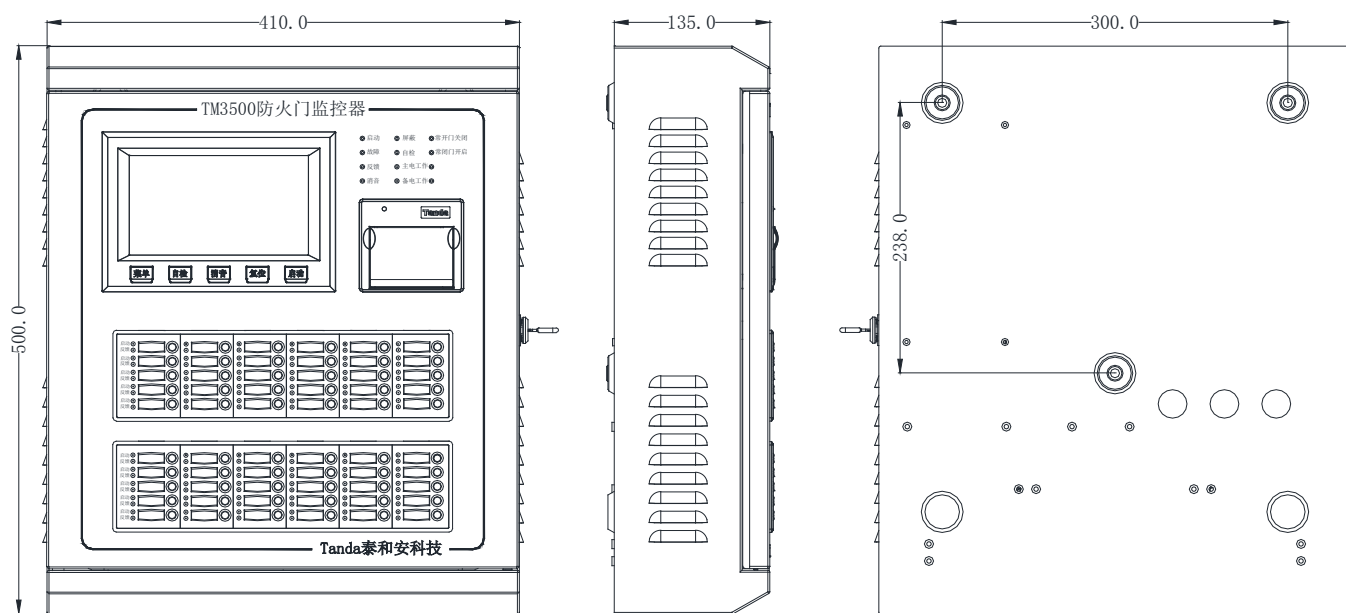
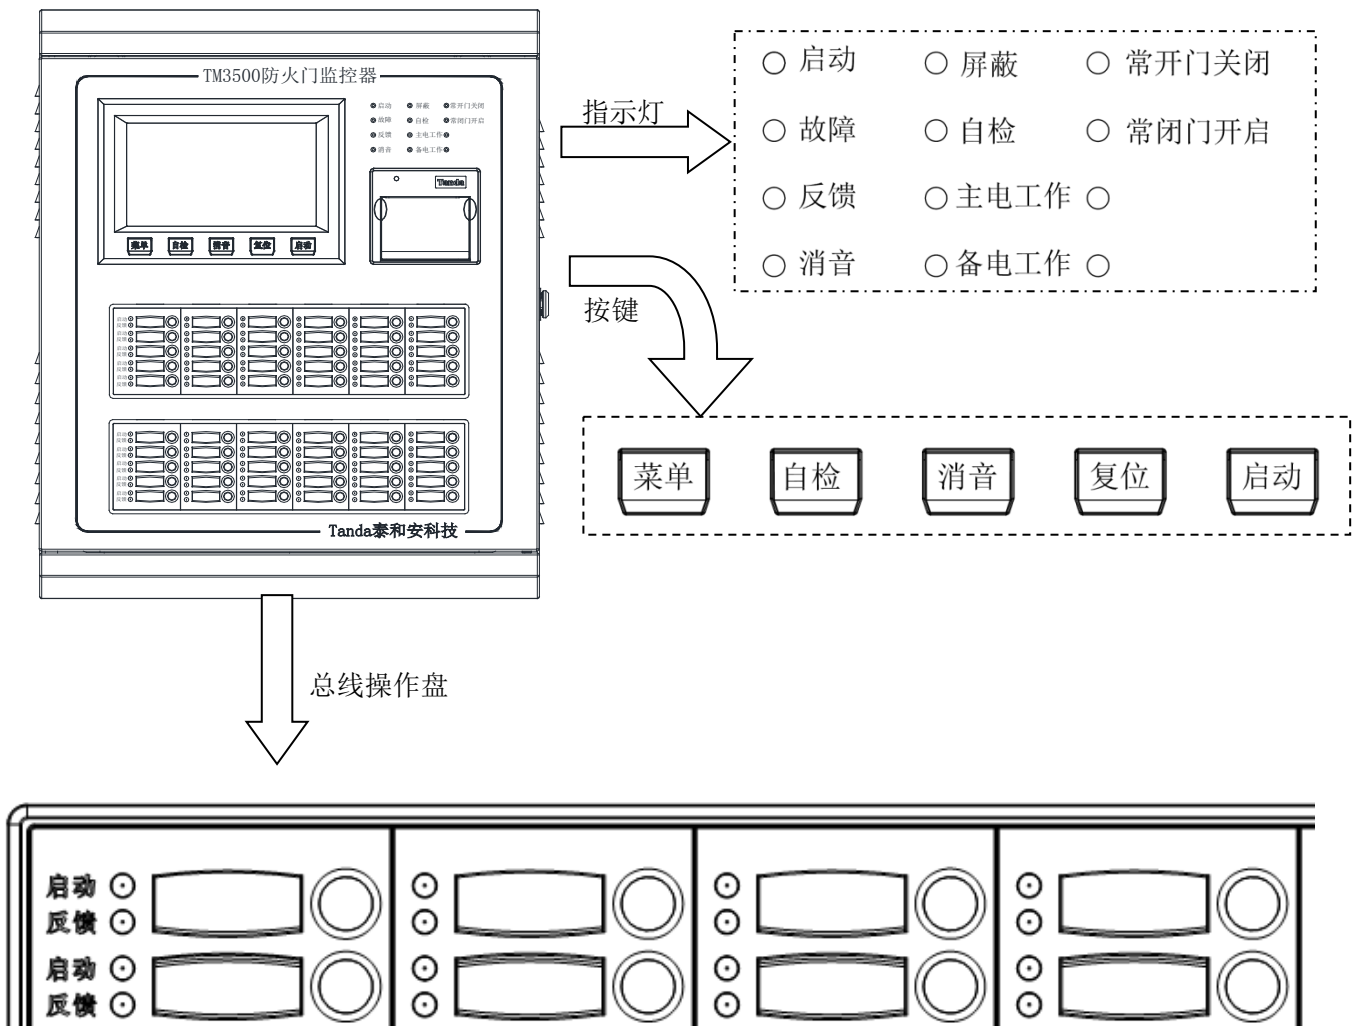

图 5-1
图 5-2
5.2.1 产品尺寸图如图5-1所示(单位mm)，操作面板如图5-2所示：
监控器采用壁挂式安装，用3个M6的膨胀螺栓，通过位于机箱上部的两个挂孔和下部一个孔将其固定在牢固的墙壁上，具体安装尺寸详见图5-1。